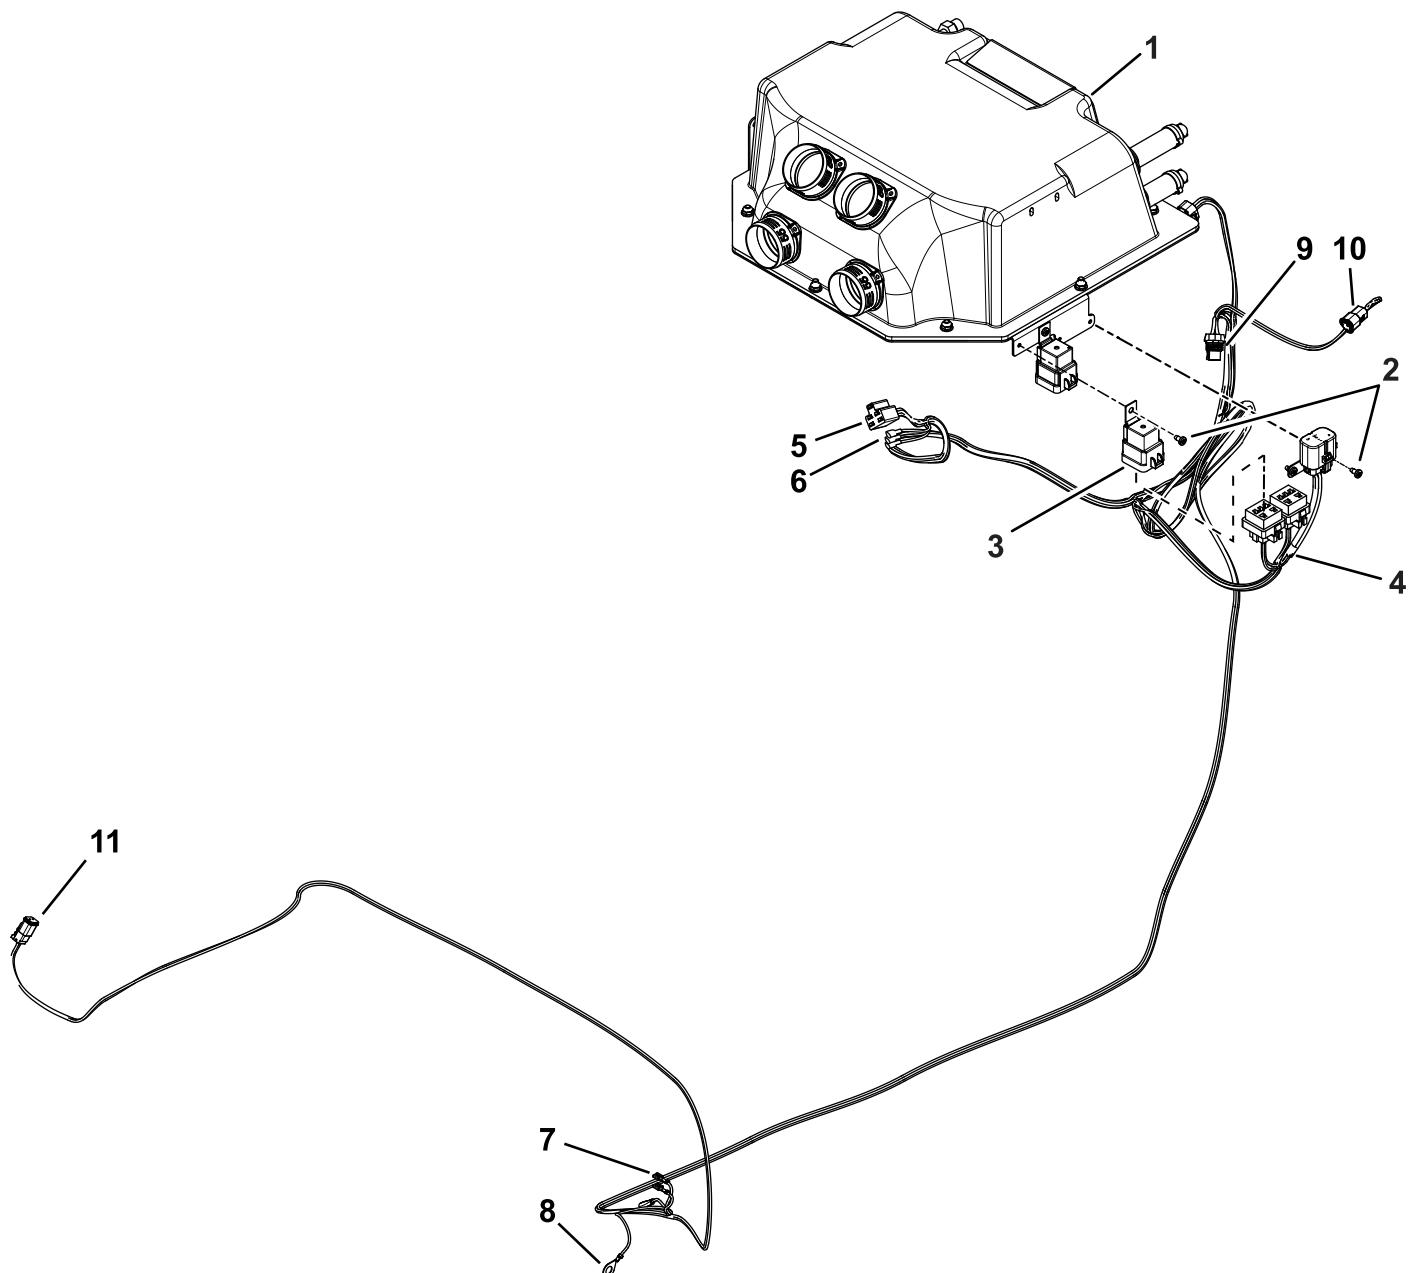
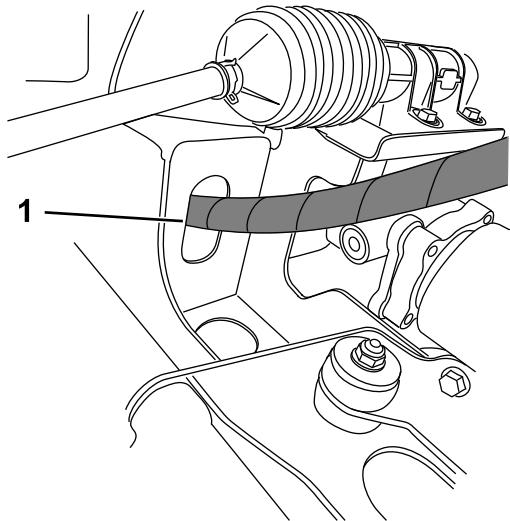
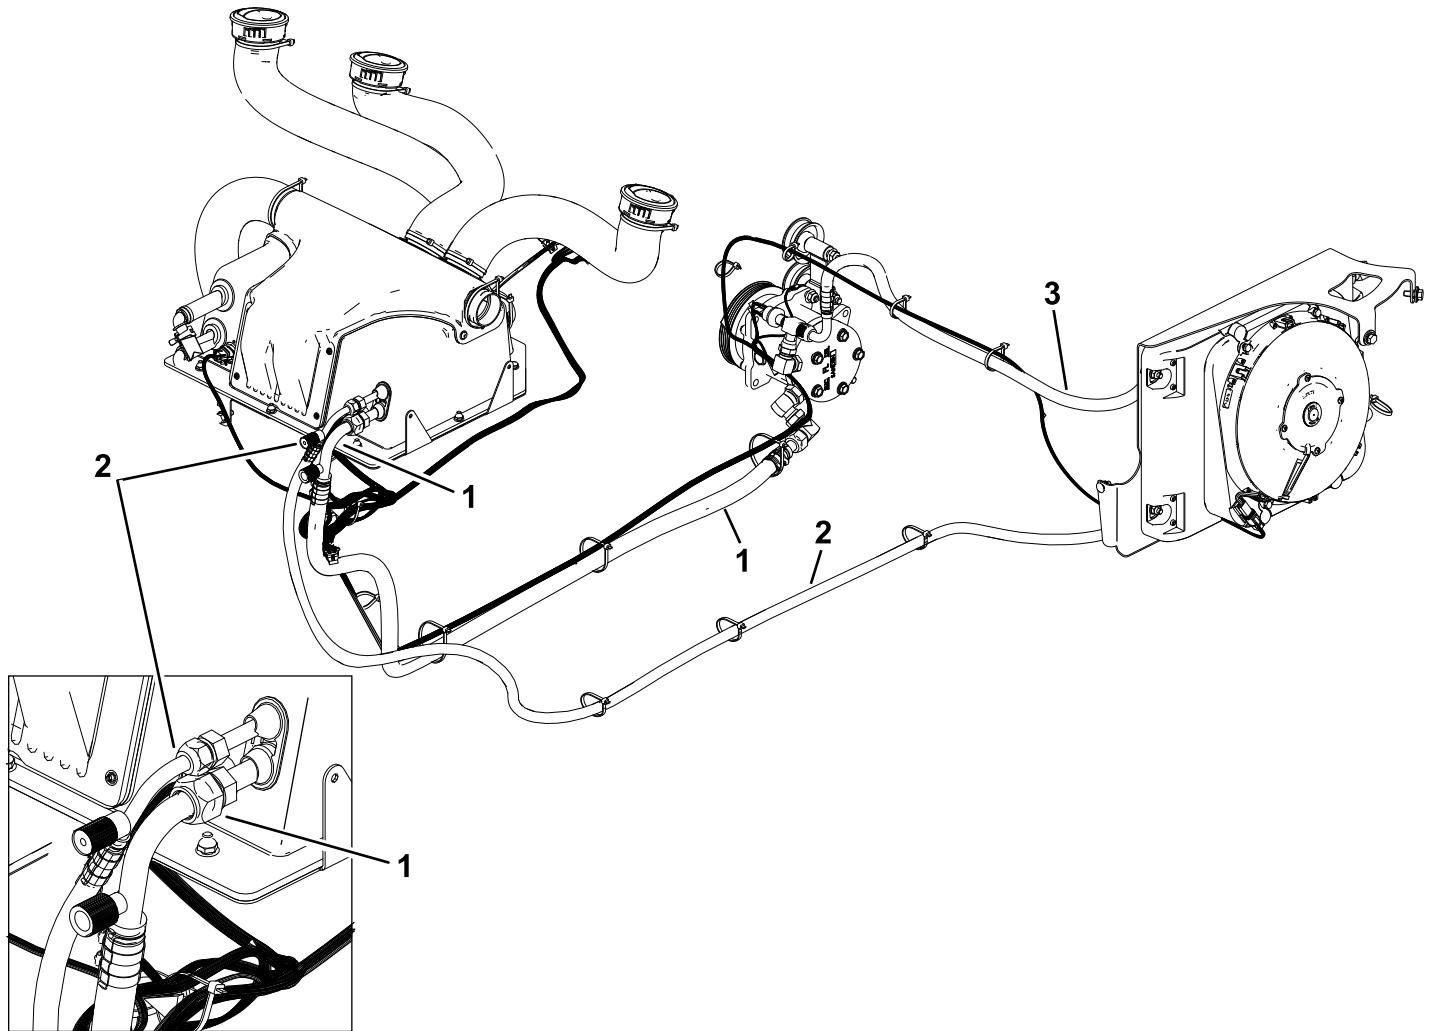
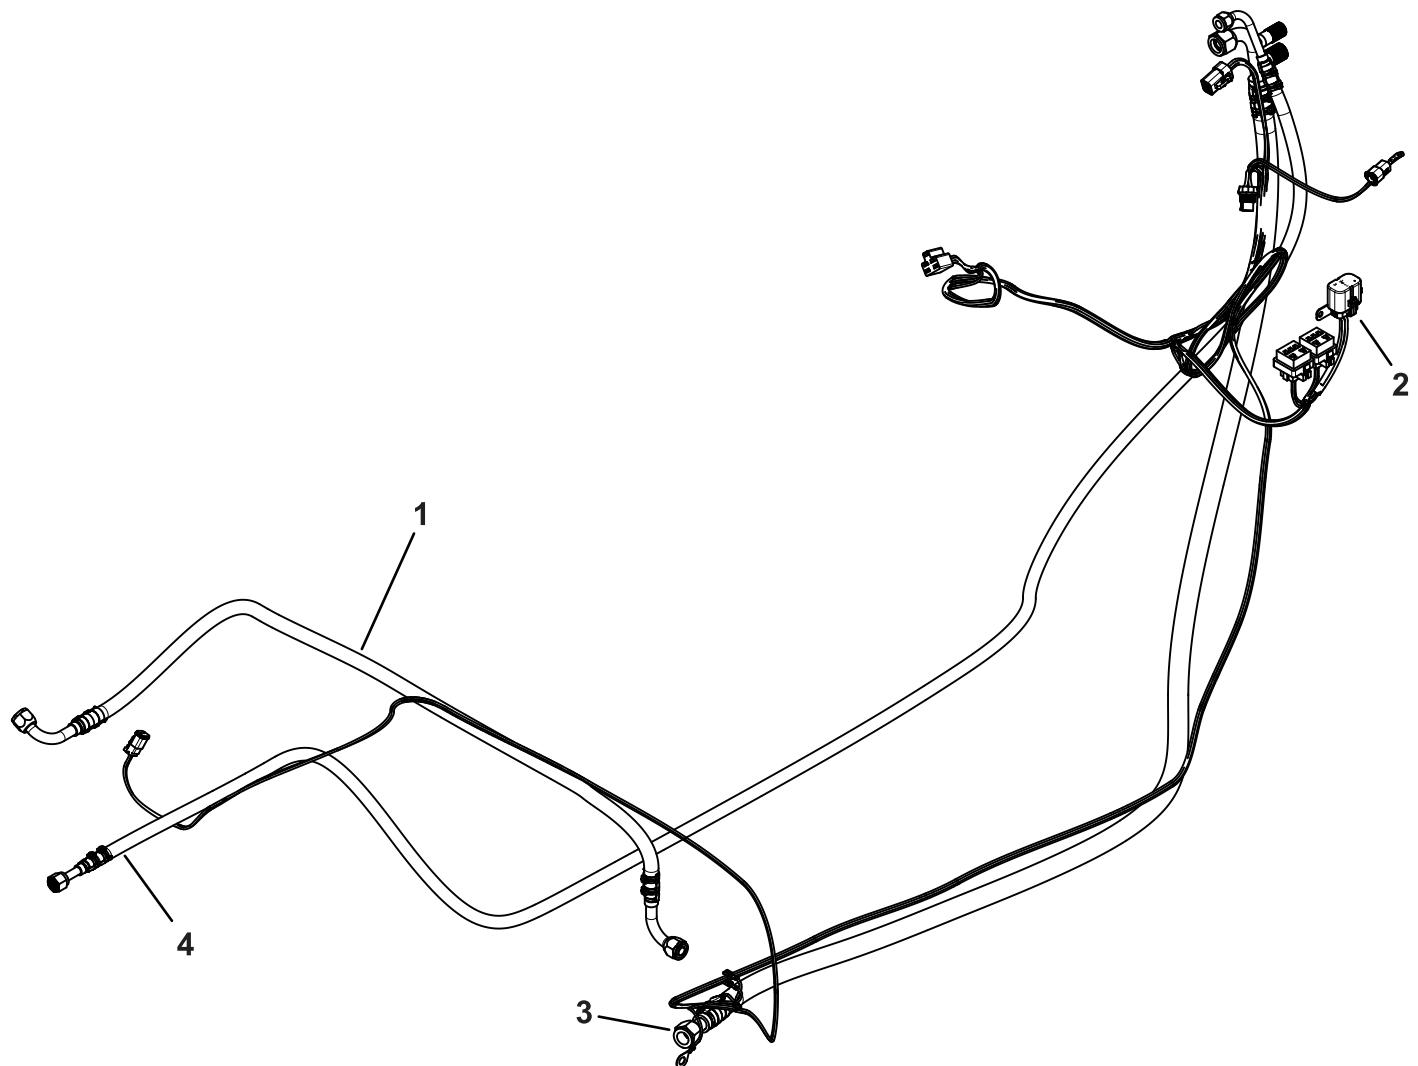

Figure 12
Figure 16
Figure 17
Figure 18
16. Connectez le faisceau HVAC au faisceau du véhicule (Figure 12 et Figure 18).
1. Acheminez le tuyau d'aspiration de l'avant de la machine jusqu'à l'arrière, près de la zone du compresseur (Figure 16 et Figure 17).
2. Acheminez le tuyau de décharge de l'avant de la machine jusqu'à l'arrière, près de la zone du condenseur (Figure 17 et Figure 18).